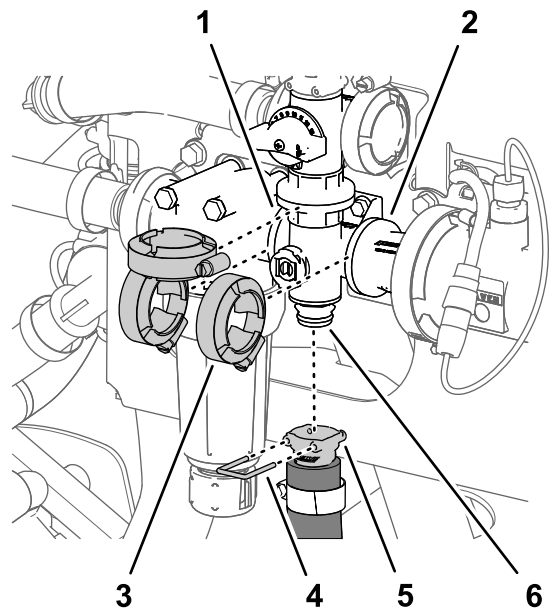

图 113
1. 拆下将搅拌软管快速连接耦合器固定至搅拌阀歧管上的快速连接销图 113。
2. 取下将搅拌阀歧管固定至压力式滤清器头和耦合适配器的法兰上的 3 个法兰夹具图 113。